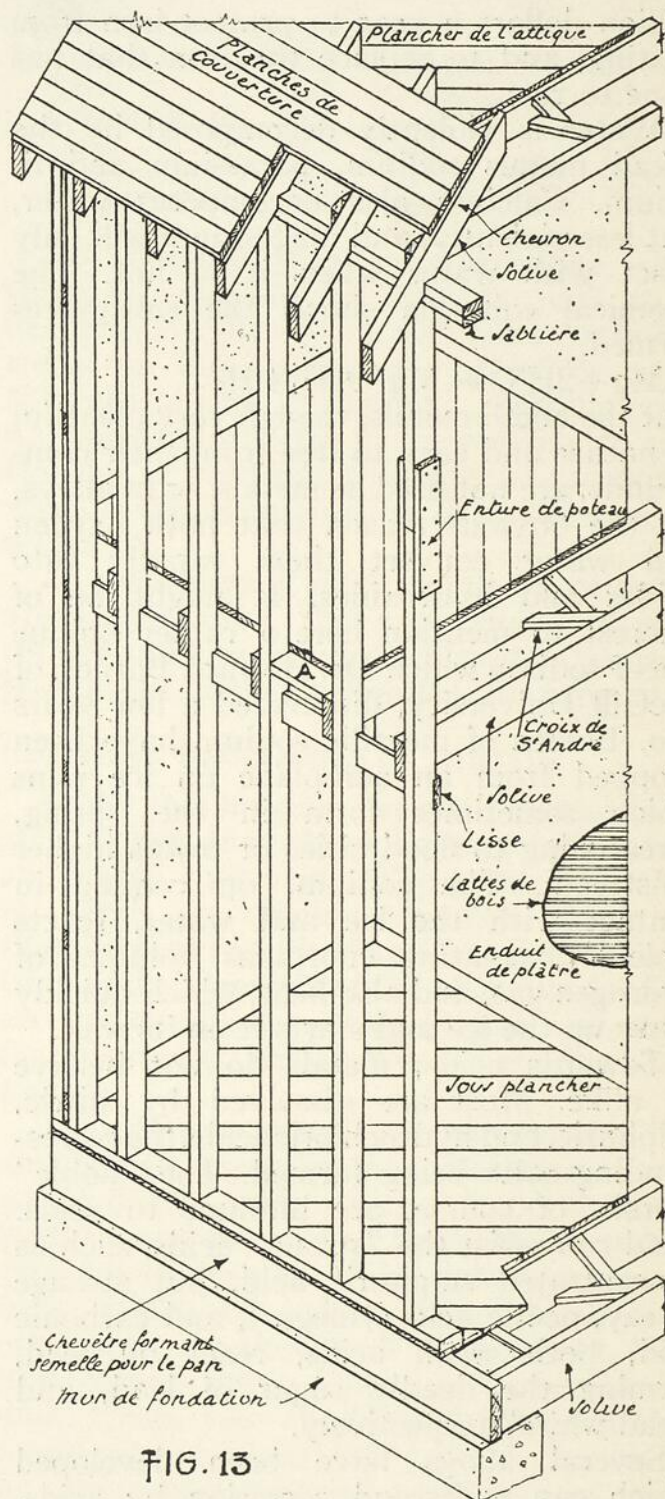
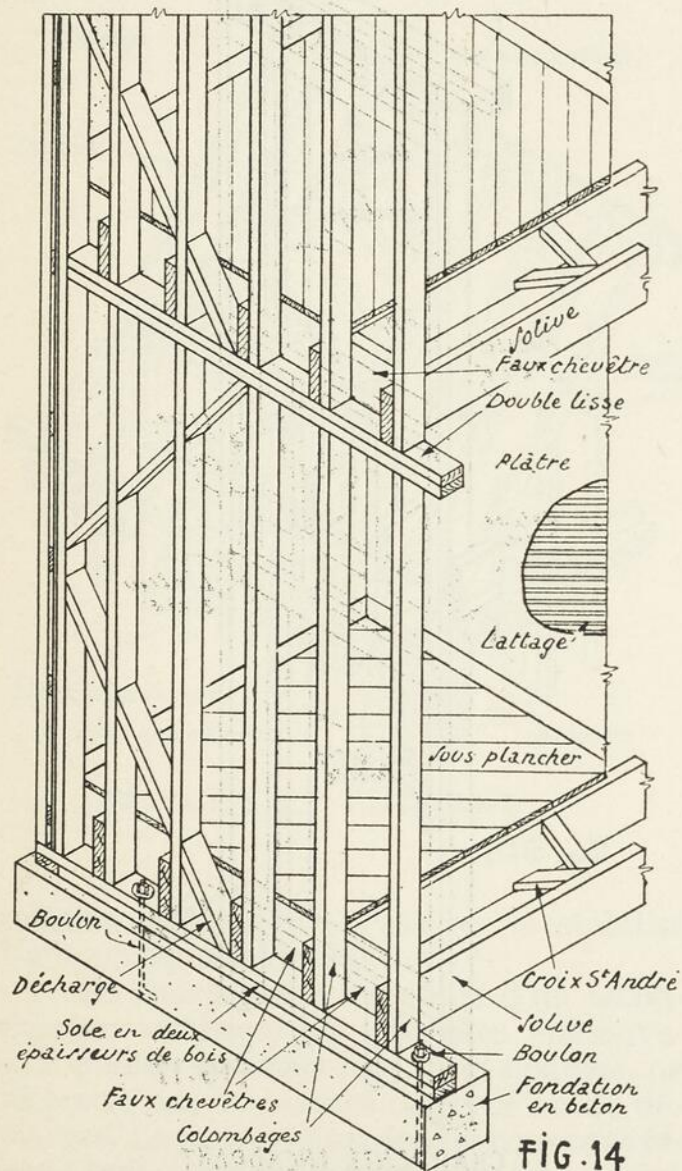

FIG. 13
FIG. 14
SYSTÈME DE CHARPENTE DE PANS À VIDE (balloon frame) (Fig. 13).
La rigidité et la stabilité de ces charpentes dépendent surtout d'un recouvrement de planches sur chaque côté du pan. Le danger de combustibilité est réduit par des coupe-feu, pièces posées au niveau des solives de chaque étage et qui interceptent les vides entre les colombages « A » (fig. 13).
La figure 14 montre le même système de charpente mais avec quelques modifications qui peuvent d'ailleurs s'appliquer au type illustré à la figure 13. A la base les solives sont découvertes et nécessitent des coupe-feu. A la hauteur d'étage les solives reposent sur une sablière ou lisse en bois de 2" x 4" jumelé formant coupe-feu.
POTEAUX DE COIN ET INTERMÉDIAIRES (balloon frame) (Fig. 13).
En général, les poteaux, en bois de 2" x 4", sont placés à une distance de 16" centre à centre (C-C) sauf en de rares circonstances où on les place à 12". Les poteaux aux coins sont formés de deux pièces clouées ensemble pour présenter un fond de clouage au revêtement intérieur (fig. 13 et 19). Le
Le rallongement des poteaux se fait au moyen de deux planchettes de 1" x 4" x 3 pieds environ clouées sur le plat des deux morceaux (fig. 13). Les bouts des colombages doivent être bien d'équerre afin d'obtenir un joint portant d'aplomb. Ce principe doit être observé pour toutes les pièces qui portent en bois de bout.
SOLE ET SABLIERE, (Fig. 14).
Les soles reposent directement sur le mur de fondation. Elles sont constituées, tout comme les sablières au sommet du pan, de pièces jumelées de 2" x 4" clouées avec des clous de 3 1/2" chevauchés le long des rives et à tous les deux pieds de distance. Aux coins des pans ces éléments de charpente s'assemblent en se recouvrant à plat (fig. 14). Le côté de la sole en contact avec la maçonnerie doit être enduit d'une couche ou deux de créosote ou de goudron. La sole doit être posée sur un lit de mortier au ciment fraîchement mêlé. La sole est alors tapée légèrement pour assurer un contact parfait et pour être mise de niveau. De cette dernière précaution dépend la
réussite et la rapidité du travail d'érection. On laisse durcir le mortier avant de serrer les boulons sur le mur de fondation (fig. 14) ou de faire tout autre travail tendant à déranger la sole.
Les lisses qui supportent les soliveaux sont généralement en bois de 1 1/4" x 4" à 6" (fig. 13). On les place dans des entailles de 1/2" de profondeur pratiquées dans les colombages. On fixe la lisse à chaque joint avec deux clous de 3". Lorsque la lisse est remplacée par une sablière (fig. 14) celle-ci est assemblée et clouée aux poteaux tel qu'expliqué plus haut pour la sole.
2. La rigidité est obtenue par l'usage de décharges ou d'entretoises posées en diagonale entre les poteaux (fig. 14). Ces bois sont de mêmes dimensions que les poteaux ; ils doivent bien s'ajuster entre les montants